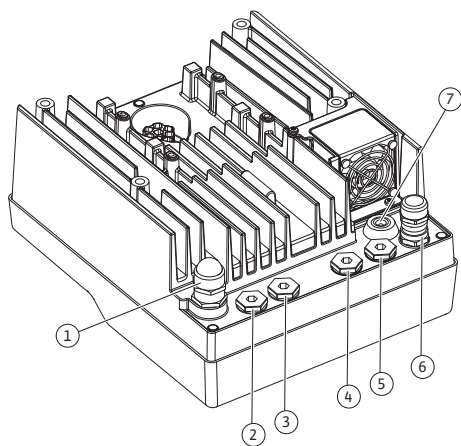

Fig. 19: Kabeļu skrūsvienojumi/ kabeļu izvadi
4. Pieslēguma kabelis jāizvada caur kabeļu skrūvsavienojumu M25 (Fig. 19, 1. poz.). Pievelciet kabeļu skrūvsavienojumu ar norādīto griezes momentu.